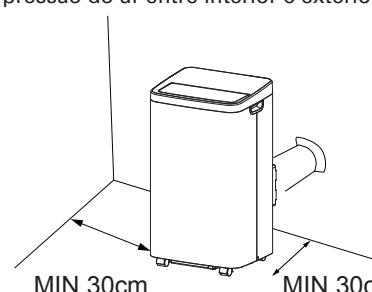

Fig. 5
Se necessário, o seu aparelho também pode ser instalado de forma semipermanente (Fig. 5) Proceda da seguinte forma:
- Insira outra extremidade do conjunto da mangueira no acessório anteriormente montado na parede, conforme ilustrado na (Fig. 5).